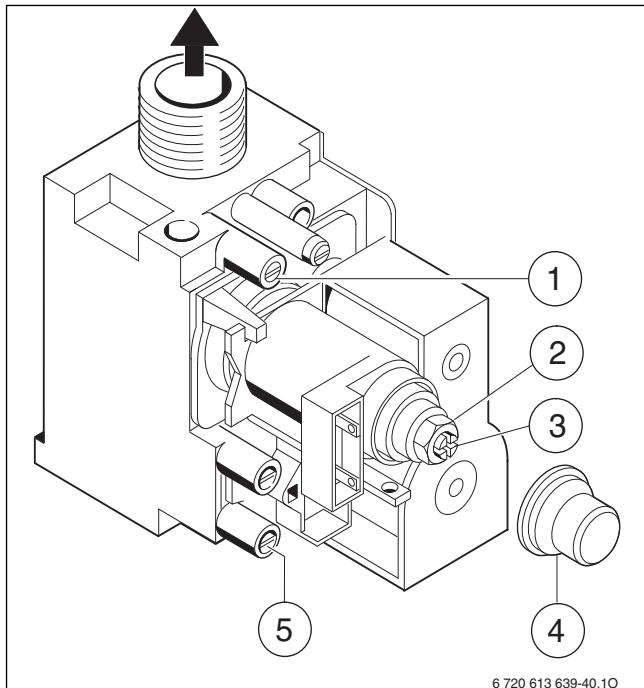

Рис. 33
- Отвернуть уплотнительный винт измерительного штуцера давления перед форсунками (1) и подсоединить U-образный манометр (→ рис. 33).
- Снять крышку (4).
- Давление перед форсунками для положения «максимум» приведено в таблице на стр. 30. Установите давление перед форсунками регулировочным винтом максимального расхода газа (2). Поворот направо - больше газа, поворот налево - меньше газа.